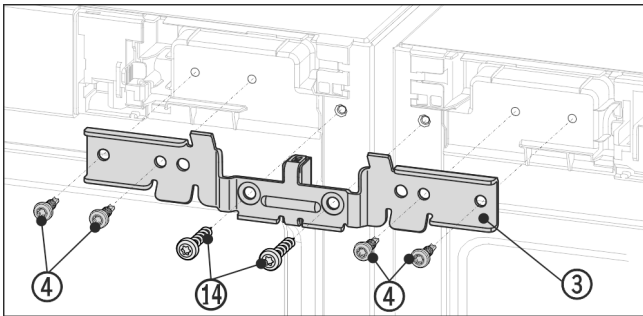

Fig. 12 Illustrationen är ett exempel
- Tryck in vinkel Fig. 12 (3) och distansstycke mellan apparaterna och mot stiften. Skruva fast vinkeln med de fyra skruvarna Fig. 12 (4) och de tidigare losskruvade jordskruvarna Fig. 12 (14) växelvis till höger och vänster så att de sitter löst.